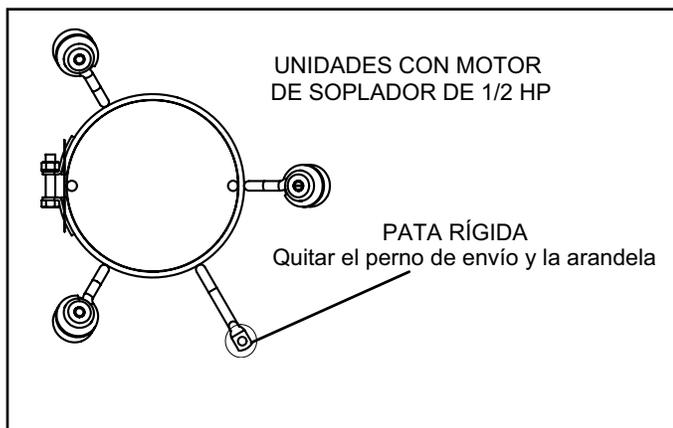

FIGURA 9
**NOTA** – Las unidades con motor de soplador de 1/2 hp están equipadas con tres patas flexibles y una pata rígida. La pata rígida está equipada con un perno de envío y una arandela plana de plástico blanca (en vez de la arandela de montaje de caucho utilizada con una pata de montaje flexible). Ver la FIGURA 9. Se debe quitar el perno y la arandela antes de poner el calefactor en funcionamiento. Después de haber quitado el perno y la arandela, la pata rígida no tocará el alojamiento del soplador.